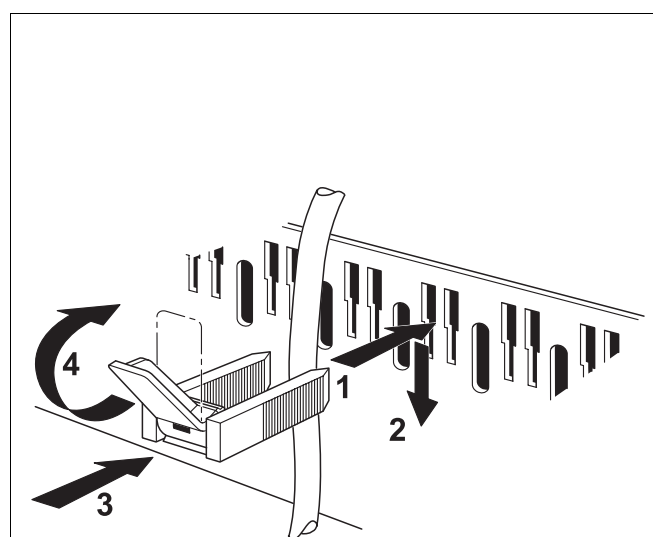

Fig. 33 Passaggio cavi e fermo antitrazione
- Predisporre il fermo antitrazione, come descritto nella fig. 33, con il cavo inserito dall'alto nelle fessure del listello di cablaggio (fig. 33, **Operazione 1**).
- Spingere in basso il fermo antitrazione (fig. 33, **Operazione 2**).
- Esercitare pressione contraria (fig. 33, **Operazione 3**).
- Spostare la leva verso l'alto (fig. 33, **Operazione 4**).